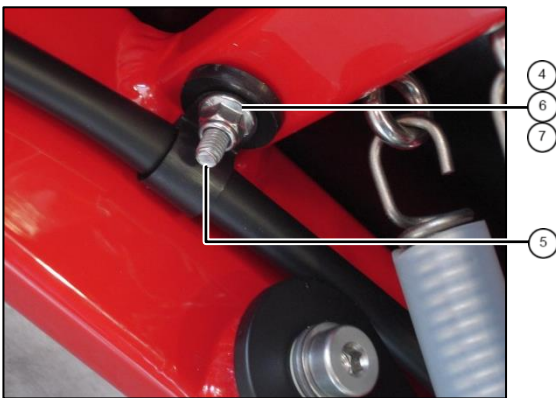

Abb. 3: Schraube M5x40
3. Schraube M5x40 ^⑤, Kunststoffspacer 5x20x3 ^⑥, U-Scheibe ^⑦ und Mutter ^④ anbringen (Abb.3).